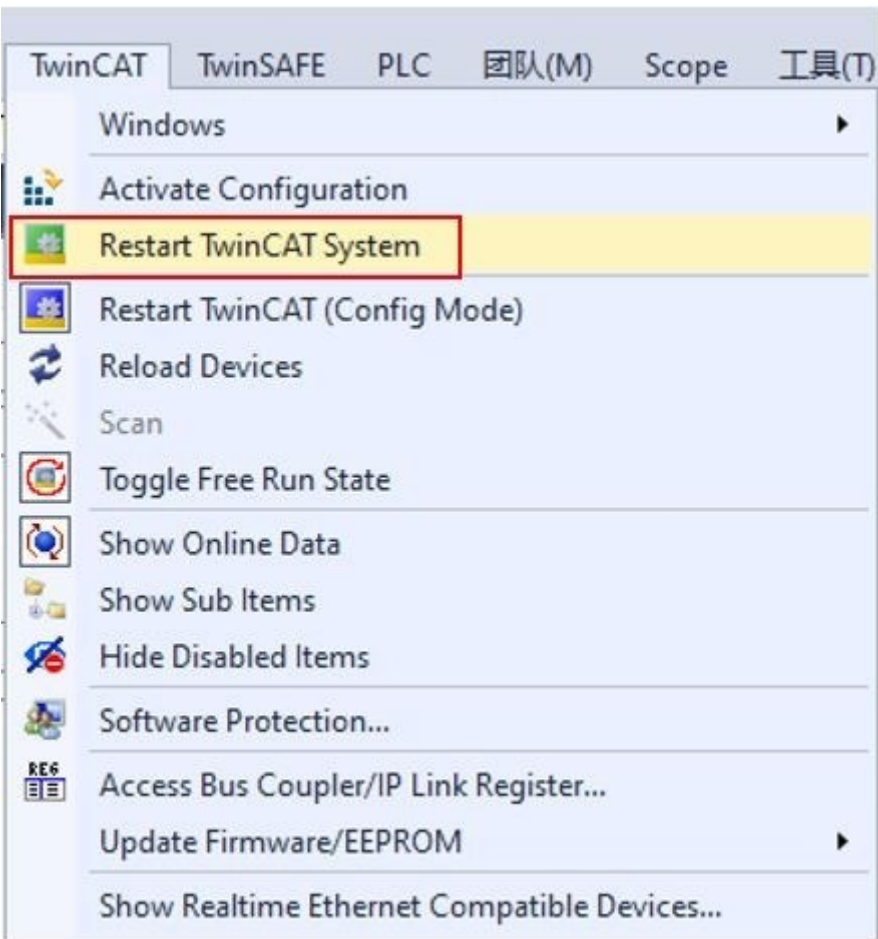

图43. 将TwinCAT切换到运行模式
5. 切换至运行模式，如图43所示，并确保EtherCAT从站在OP模式下运行。